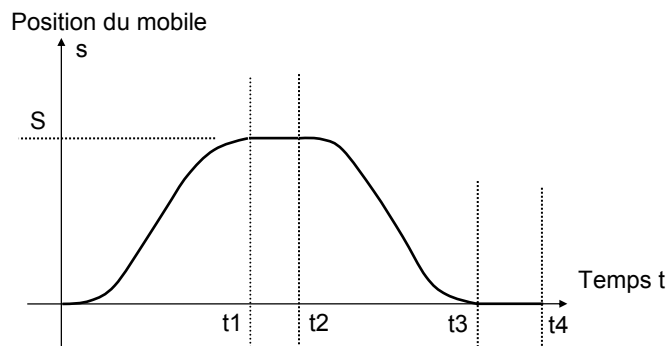

Figure 2 : loi de déplacement mobile
- A partir du paramétrage proposé en figure 2, si on reproduit le même type de loi polynomiale 3, 4, 5, déduire l'équation du polynôme de la plage de descente.
8. Si la composante  $Y_e$  est constante et négative, tracer l'évolution possible de la composante  $Y_{32}$  superposée à un graphe semblable à celui de la figure 2. Identifier les zones où on risque le décollement.